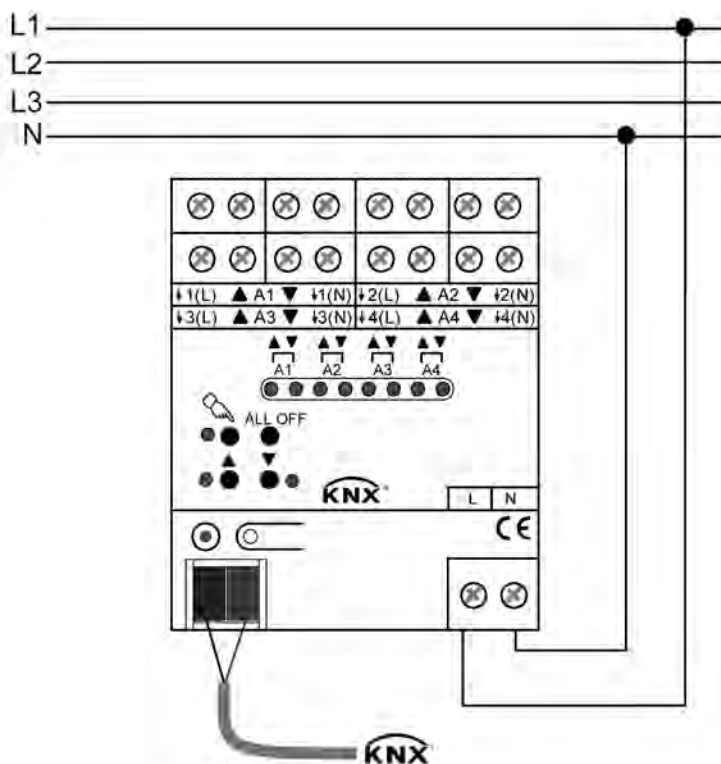

Bild 2: Elektrischer Anschluss der Netzspannungsversorgung und der Busleitung
- Der Busanschluss (Standard-Busklemme) und der Anschluss der Netzspannungsversorgung ist gemäß Anschluss-Bild (Bild 2) vorzunehmen.